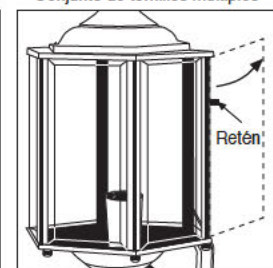

Figura 4
- Para unidades con puerta abatible, levante el retén para abrir la puerta. Coloque la(s) bombilla(s) y trabe nuevamente la puerta (ver la figura 4).